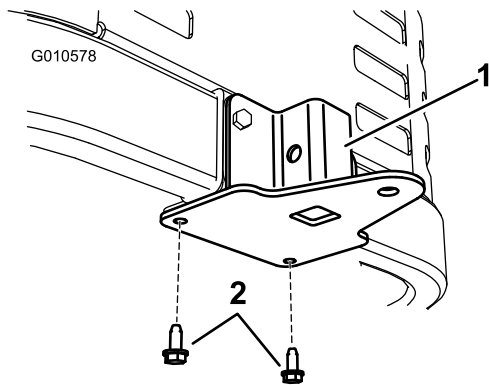

Figure 4
- Fixez le support au bas du châssis de la machine, par dessous, avec deux vis autotaraudeuses (5/16 x 3/4 pouce) comme illustré (Figure 4).